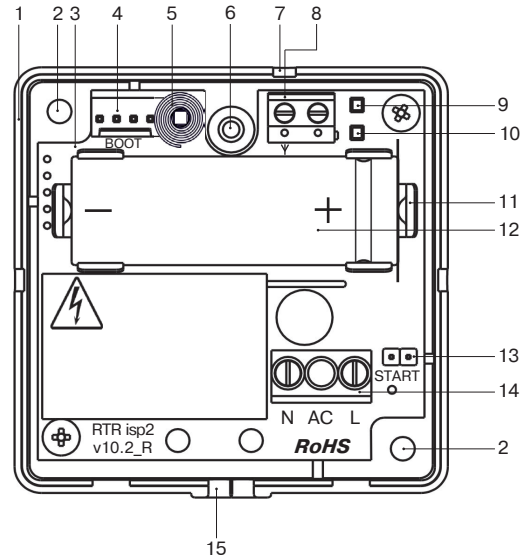

Рисунок 1 – РТР со снятой крышкой
4.5 При установке аккумулятора соблюдайте правильную полярность, указанную на рис. 1.
9.4 Осуществите ручной пуск от аккумулятора путем замыкания контактов START (рис.1, поз.13) проводящим предметом до включения индикаторов зеленого и красного цветов (стартовая индикация).
11.3 Нажмите на датчик вскрытия корпуса (рис.1, поз.5) и удерживайте его в течение нескольких секунд.